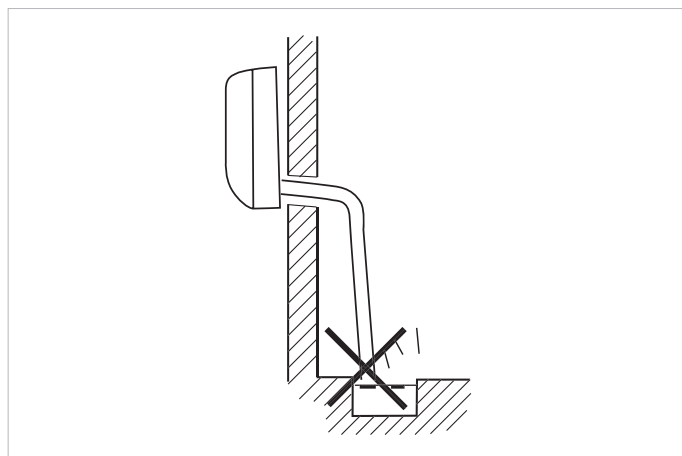

Abb. 9.5 Verhindern von unangenehmen Gerüchen.
- Installieren Sie die Kondensatleitung so, dass das freie Ende von unangenehmen Gerüchen, wie etwa offene Abflüsse, ferngehalten wird, um sicherzustellen, dass diese nicht zurück in das Gerät gelangen (siehe Abbildung 9.5).